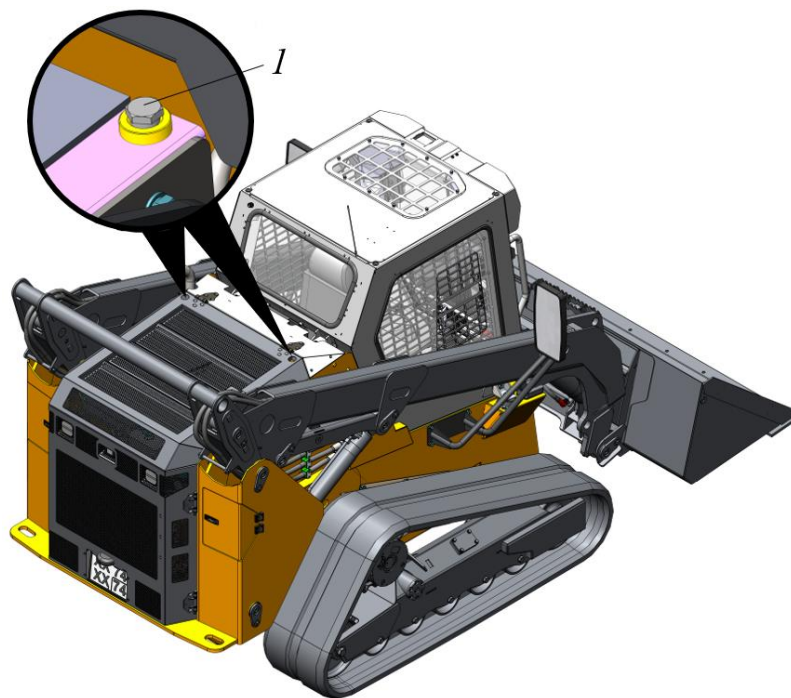

Рисунок 5.62. Процедура удаления воздуха из масляного радиатора
- ▶ Выкрутить на 1-1,5 оборота пробку 1 для удаления воздуха на радиаторе (предварительно сняв верхний кожух блока радиаторов), см. рис. 5.62. Пустить двигатель. Как только из-под пробки перестанет выходить воздух, закрутить пробку обратно.
- ▶ Установить верхний кожух блока радиаторов (на рис. 5.62 не показан).